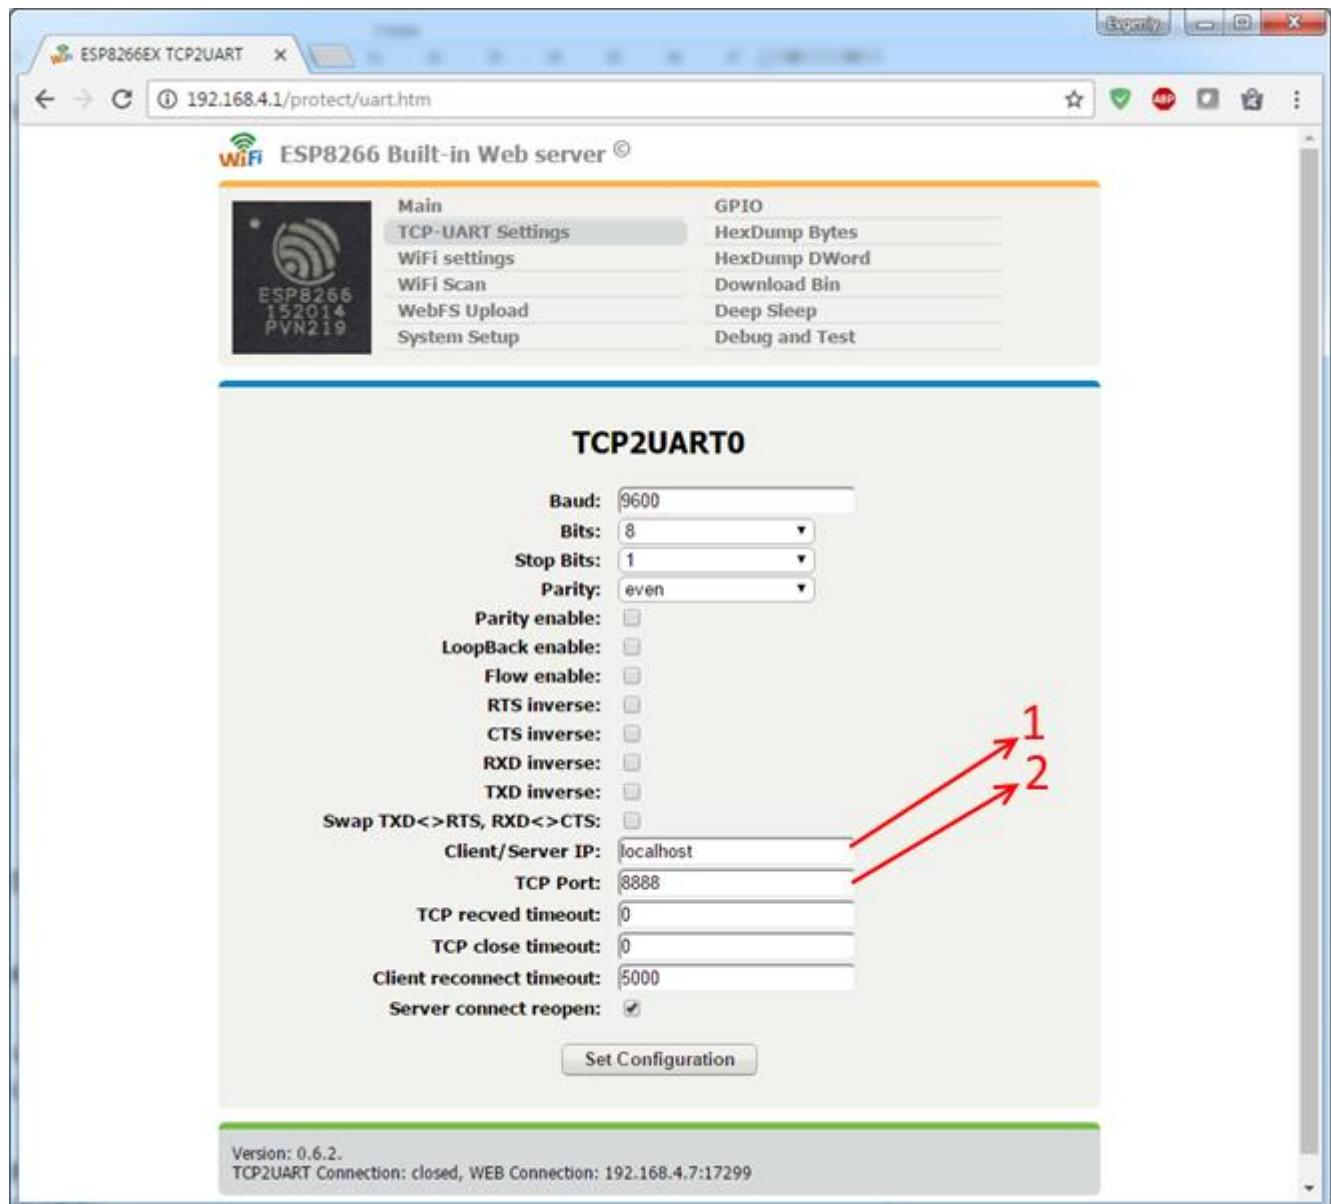

Рисунок 18 – Настройка подключения устройства
Для использования автоматики с отправкой данных на сайт необходимо открыть «TCP-UART Settings», рисунок 18, и указать адрес сервера в пункте «Client/Server IP» (1), порт сервера в пункте «TCP Port» (2).